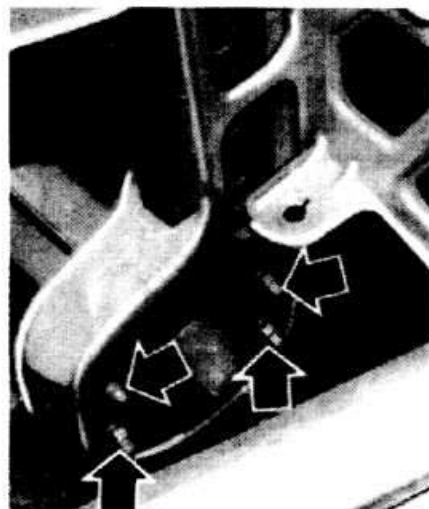

Рис. 15-6. Стрелками показаны болты крепления переднего бампера к переднему лонжерону
- Отвернуть средние болты крепления бампера, расположенные в гнездах для фар (рис. 15-6).